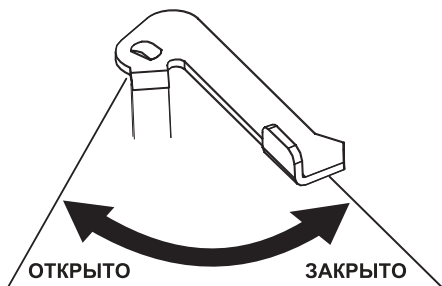

Рис. 7. Рычаг управления воздушной заслонкой
3. Закройте воздушную заслонку карбюратора. Для этого переведите рычаг управления воздушной заслонкой в крайнее правое положение (Рис. 7).